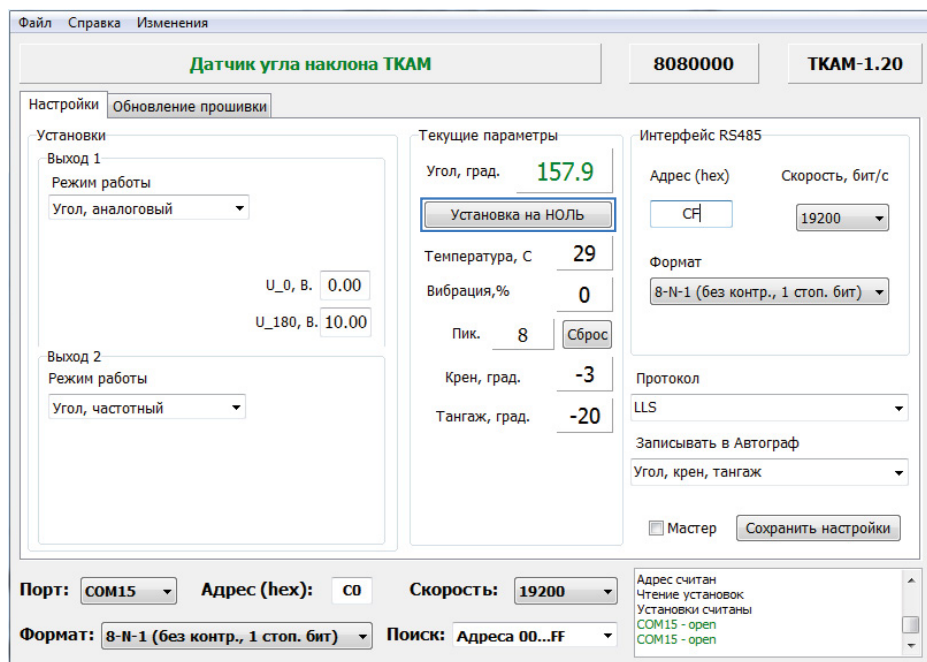

Рис.27. Установка уровня нуля.
- В поле «Угол, град» в блоке «Текущие параметры» отображаются текущие показания датчика угла. Нажмите кнопку «Установка на НОЛЬ» для того, чтобы принять текущий угол наклона за нулевой (Рис.27). Сохраните настройки.